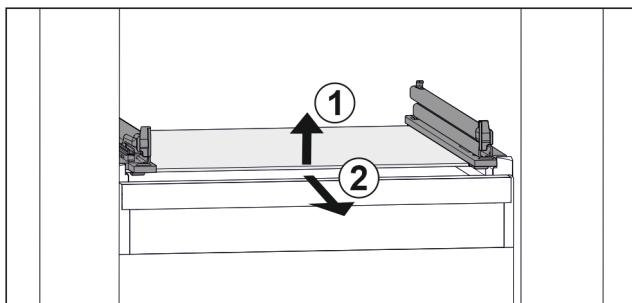

Fig. 63 Примерное отображение стеклянной пластины
- Приподнимите стеклянную пластину спереди. Fig. 63 (1)
- Извлеките стеклянную пластину движением вперед. Fig. 63 (2)